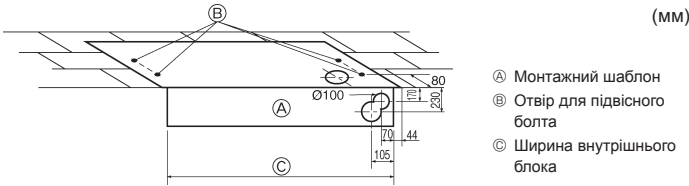

Fig. 3-3
3) Вибір положення підвісних болтів та труб (Fig. 3-3)